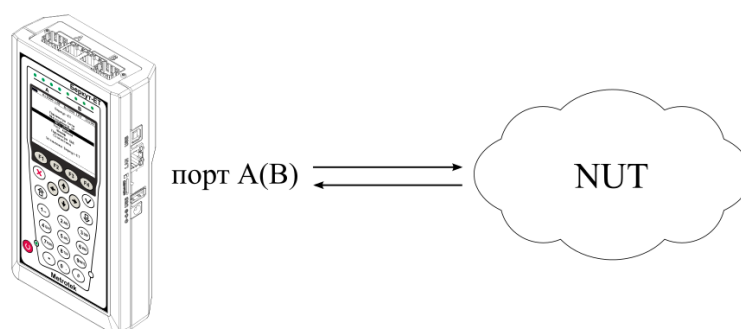

Рисунок 9.1. Вариант подключения 1
1. Подключить прибор к тестируемой сети в соответствии со схемой, приведённой на рис. 9.1.
1. Подключить прибор к сети в соответствии со схемой, приведённой на рис. 9.1.